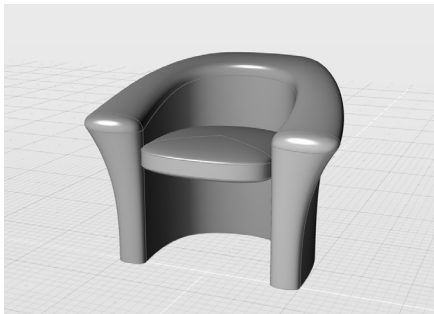

图 5-110 座椅建模结果
1) 在应用工具栏中, 激活“隐藏/取消隐藏所有曲线”图标, 视图中所有曲线都被隐藏, 建模结果如图 5-110 所示。